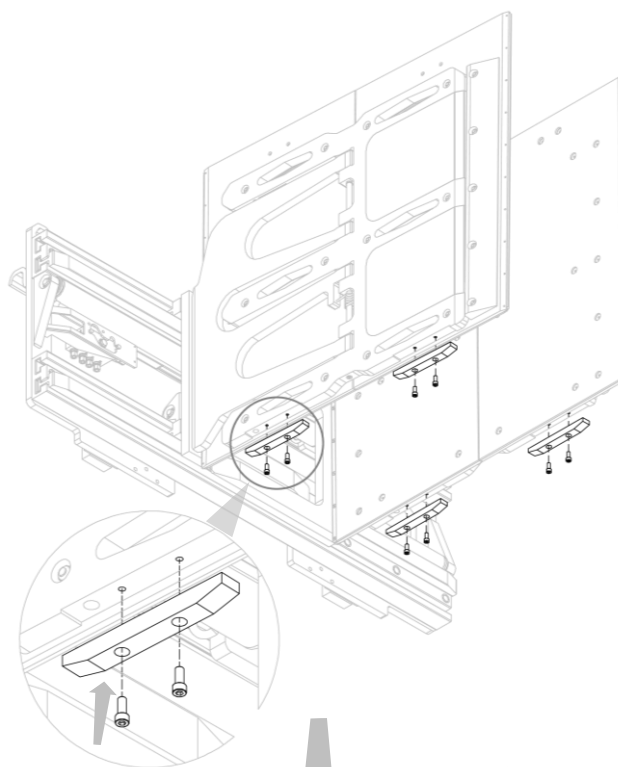
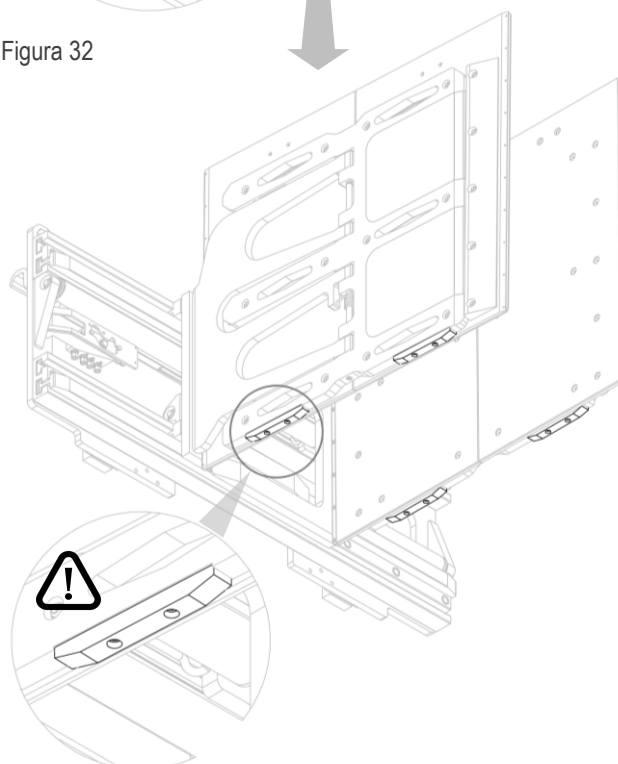

Figura 32
Figura 33
2. Montare i pattini inferiori Anti-Strisciamento in Ertalon avvitando le viti negli appositi fori (vedi Figura 32 e Figura 33).